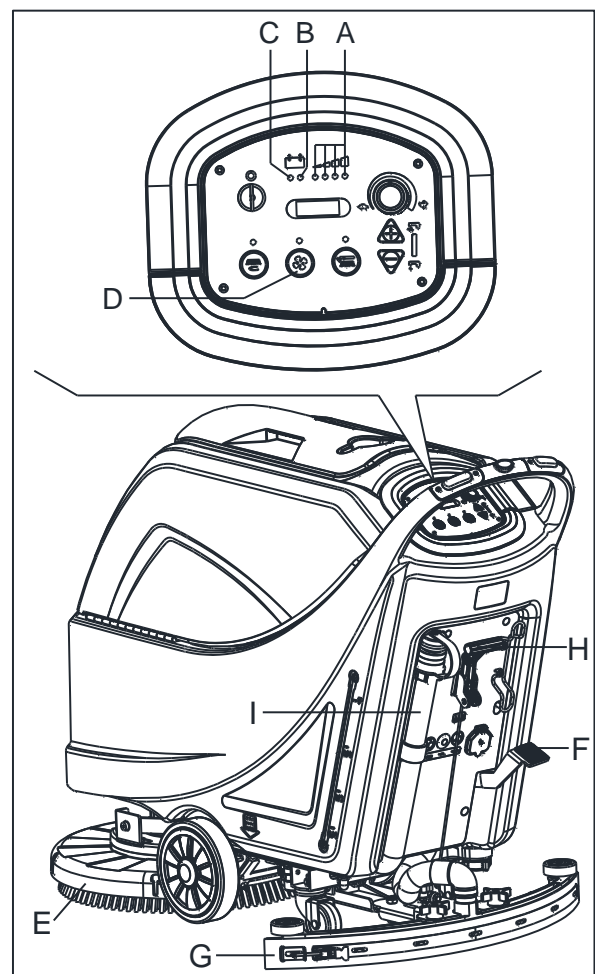
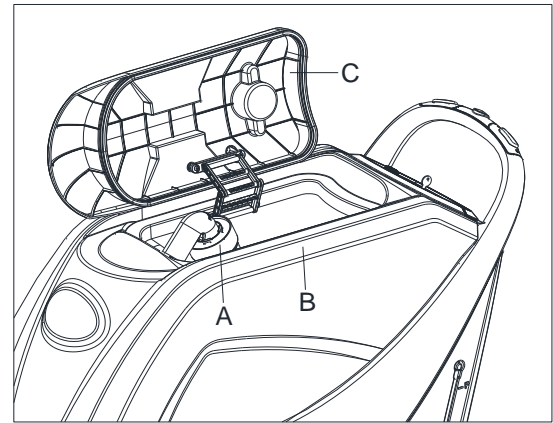

Abbildung 10
Abbildung 11
Solange die grüne Kontrollleuchte (A, Abb. 10) an bleibt, ermöglichen die Akkus der Maschine normal betrieben zu werden. Wenn die grüne Kontrollleuchte (A) erlischt, und die gelbe Kontrollleuchte (B) eingeschaltet wird, ist es ratsam, die Batterien aufzuladen, da die verbleibende Ladung nur für einige Minuten andauert (abhängig von den Akkueigenschaften und der ausgeführten Arbeit). Sobald die rote Kontrollleuchte (C) aufleuchtet, sind Batterien vollständig entladen. Nach einigen Sekunden wird der Bürsten-/Pad-Halter automatisch ausgeschaltet, während das Vakuumsystem und (nur für Maschinen mit Fahrtrieb) das Antriebssystem eingeschaltet bleiben, um das Trocknen des Bodens zu beenden und die Maschine bis zum beschriebenen Nachladebereich zu fahren.
Eine automatische Schwimmerabschaltung (A, Abb. 11) blockiert das Vakuumsystem, wenn der Schmutzwassertank (B) voll ist. Die Deaktivierung des Vakuumsystems wird durch einen plötzlichen Anstieg der Geräuschfrequenz des Vakuumsystemmotors signalisiert, selbst wenn der Boden noch nicht getrocknet wurde.
Wenn das Vakuumsystem versehentlich abgeschaltet wird (z.B., wenn der Schwimmer wegen einer plötzlichen Bewegung der Maschine aktiviert wird), gehen Sie zur Wiederaufnahme des Betriebs wie folgt vor: Schalten Sie das Vakuumsystem durch Drücken des Schalters (D, Abb. 10) aus, öffnen Sie dann die Abdeckung (C, Abb. 11) und prüfen Sie, ob der Schwimmer im Inneren des Gitters (A) sich auf Wasserhöhe befindet. Dann schließen Sie die Abdeckung (C) und schalten Sie das Vakuumsystem durch Drücken des Schalters (D, Abb. 10) ein.
Wenn der Schmutzwassertank (B, Abb. 11) voll ist, entleeren Sie diesen nach dem folgenden Verfahren.
2. Heben Sie das Deck des Bürsten-/Pad-Halters (E, Abb.10) an, durch Betätigen des Pedals (F, Abb.10). (nur für Scheibenmaschine)
3. Heben Sie den Abziehgummi (G, Abb.10) mit dem Hebel (H, Abb.10) an.
5. Entleeren Sie den Schmutzwassertank mit dem Schlauch (I, Abb.10). Spülen Sie dann den Tank (B, Abb. 11) mit sauberem Wasser aus.